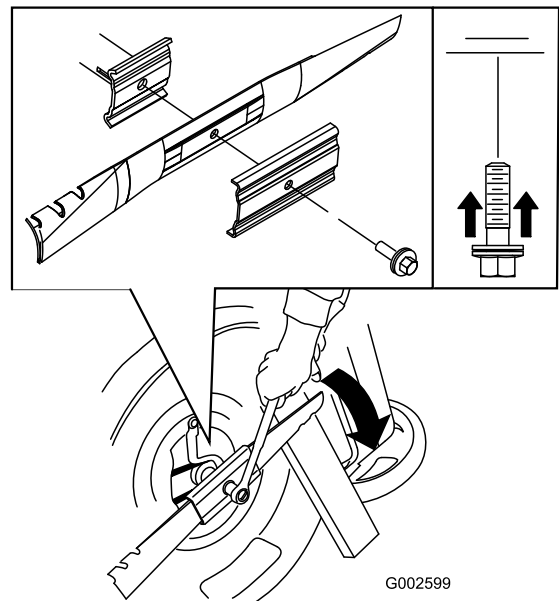

Рисунок 32
5. Установите новый нож (поверните болт крепления ножа по часовой стрелке) и все крепежные приспособления (Рисунок 32).